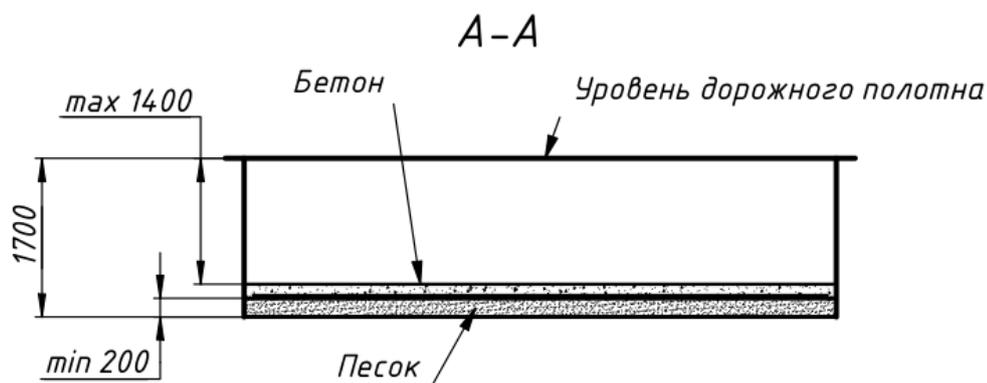

Рис.2
#### 1.2.1. Произвести разметку и выемку грунта в месте установки блокиратора. (рис. 2).
1.2.3. Выложить армирующую сетку в 1 слой с шагом не более 250 мм (для основания высотой 150 мм) из арматуры с  $\varnothing$  не менее 16 мм. Залить котлован бетоном, обеспечив горизонтальную плоскость на глубине не ниже 1400 мм от поверхности дорожного полотна. Использовать бетон марки М300 и выше. Дальнейшие работы производить после полного застывания бетона. (рис.2)